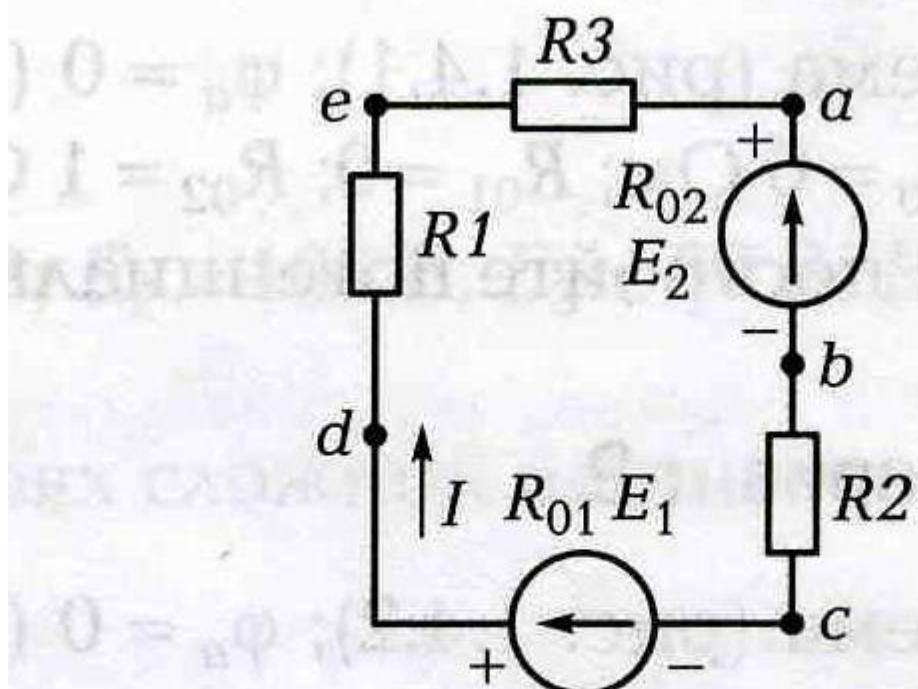

Рис. 1.4.8
Дано: схема (рис. 1.4.8); $\varphi_b = 0$ (B); $E_1 = 80$ В; $E_2 = 50$ В; $R_1 = 5$ Ом; $R_2 = 15$ Ом; $R_3 = 25$ Ом; $R_{01} = R_{02} = 2$ Ом.